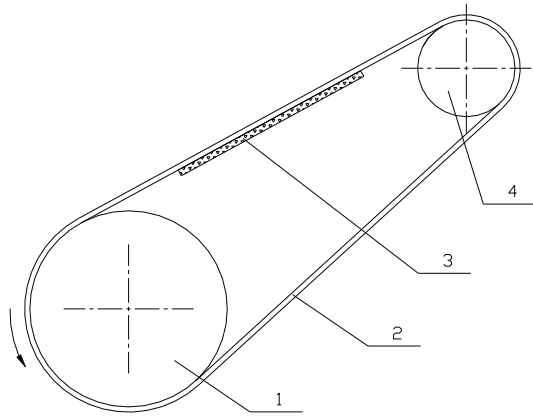

图2
取下旧砂带 (2, 图 2) 并安装新砂带。注意运动的方向。砂带光滑的一面有一个方向箭头。皮带应按箭头方向移动。
- 移除旧的石墨层 (3, 图 2) 并放置新的石墨层。